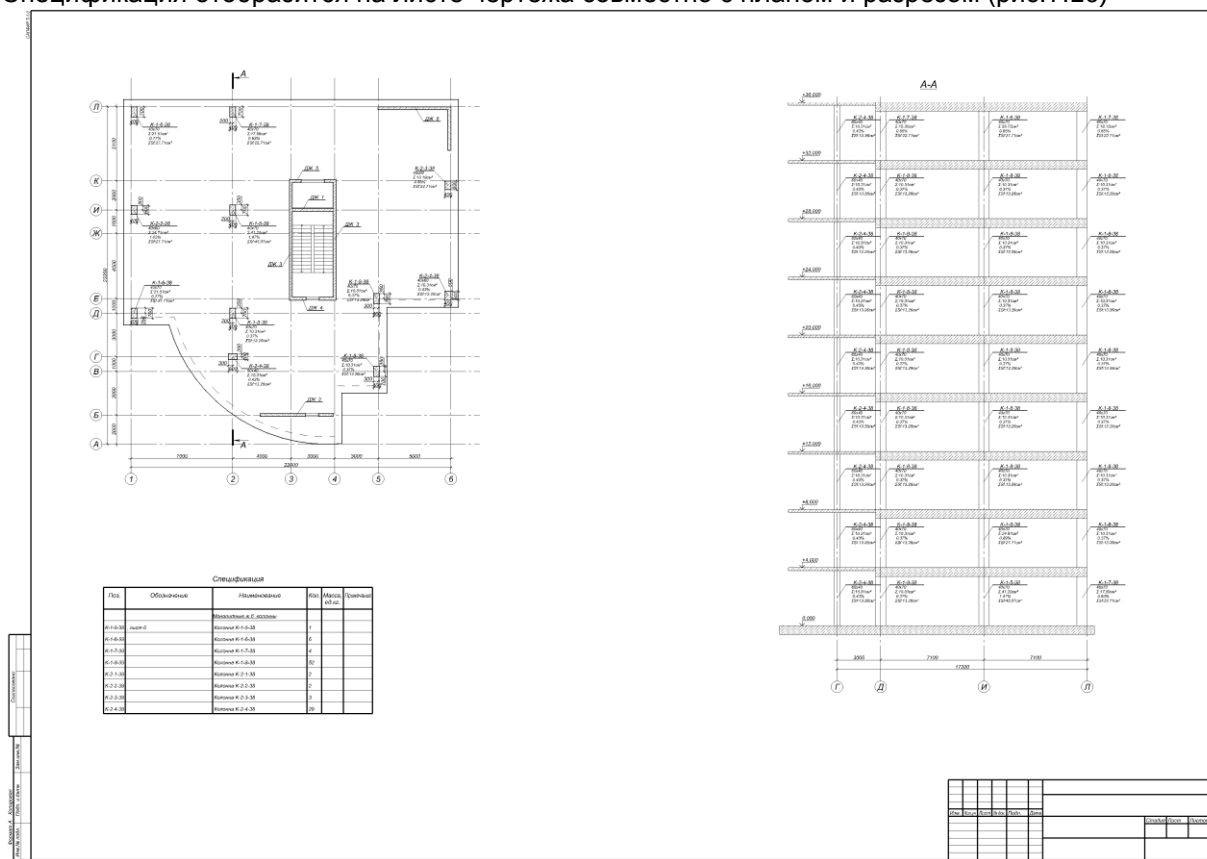

Рис.7.16. Лист чертежа с маркировочным планом, разрезом и таблицей спецификации
- После этого щелкните по кнопке - **Выход**, чтобы закрыть диалоговое окно **Спецификации**. Спецификация отобразится на листе чертежа совместно с планом и разрезом (рис.7.16)